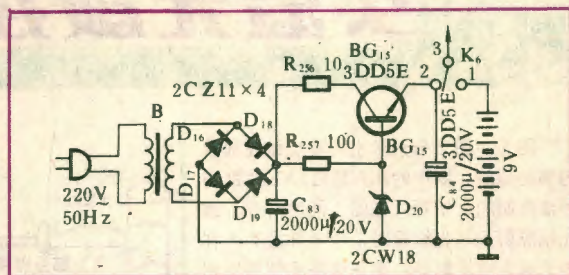

图16 电源电路
6. 电源电路 本机电源电路如图16所示。 K_6 为交直流转换开关,闭合2—3为交流供电,闭合1—3为机内电池(六节、9V)供电。因本机功放电路约1W,电源有200~300mA负载能力已足够,如增